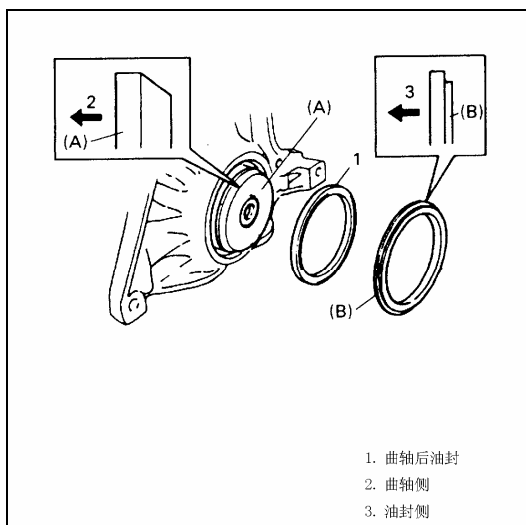

Рис. 4-80.
5). Установить заднее уплотнение коленчатого вала. Запрессовать задний сальник в блок цилиндров с помощью специального инструмента, Рис. 4-80.